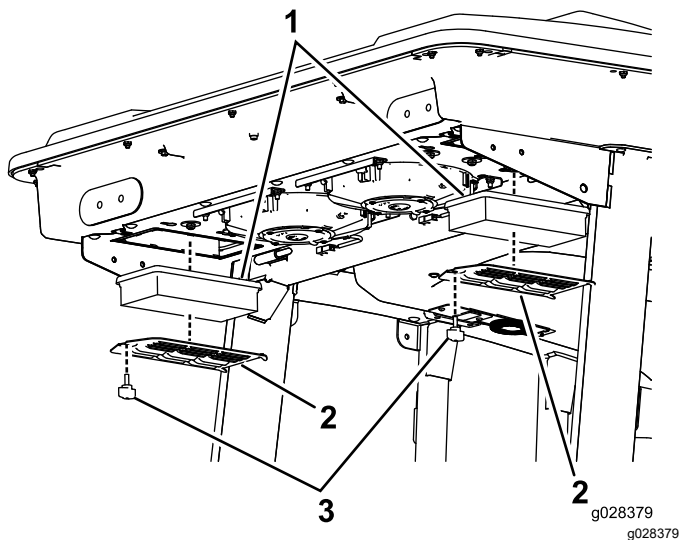

**Figura 102**
1. Retire los tornillos y las rejillas que cubren el filtro interior y el trasero de la cabina (Figura 102 y Figura 103).